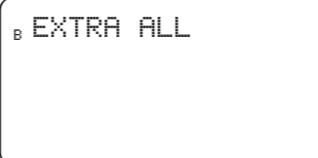

Figura 18:
3. Continuare a premere il tasto **NEXT** (Avanti) fino a visualizzare il messaggio "**B EXTRA ALL**" (Irrigazione aggiuntiva per B) [Vedere la Figura 18]